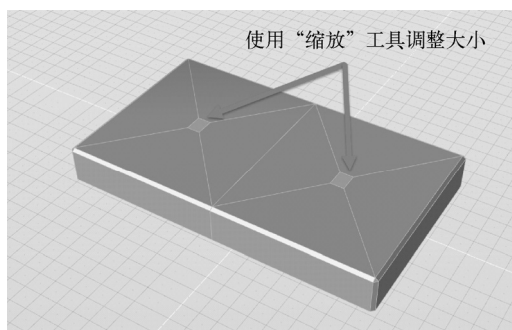

图 7-24 调整面大小
4) 使用“缩放”工具将这两个面调小一些，如图 7-24 所示。